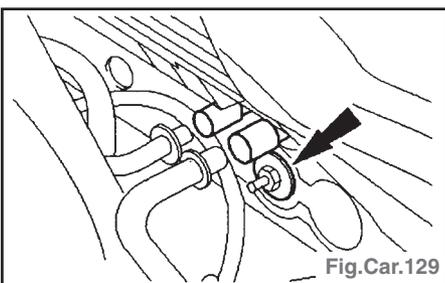

Fig.Car.129
- Déposer l'écrou de fixation de boîtier de radiateur de chauffage (Fig.Car.129).